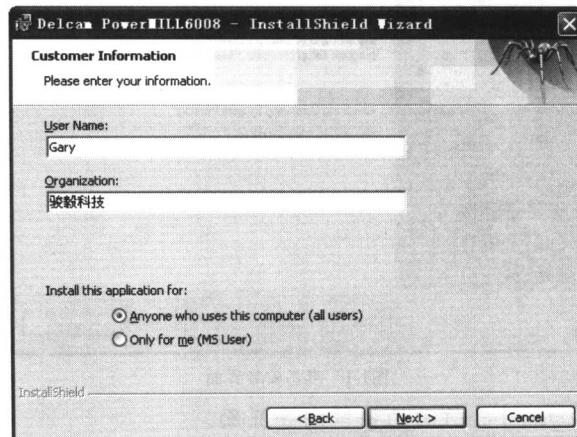

图1-4 客户数据界面
4. 在界面中选择“*I accept the terms in the license agreement*”选项，单击 **Next >** 按钮，进入如图 1-4 所示的客户数据界面。